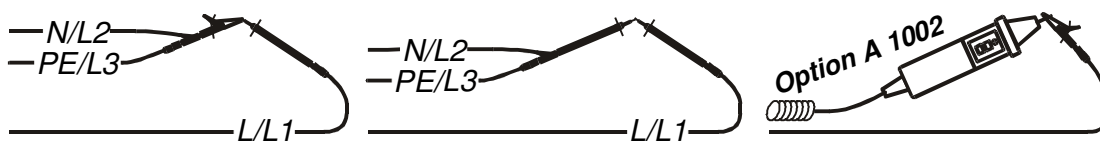

Fig. 14: Kortgesloten meetsnoeren
- Druk op de Back (F1)-toets nadat de grenswaarde geprogrammeerd werd om naar het beginmenu voor continuïteit terug te keren (zie fig. 14).